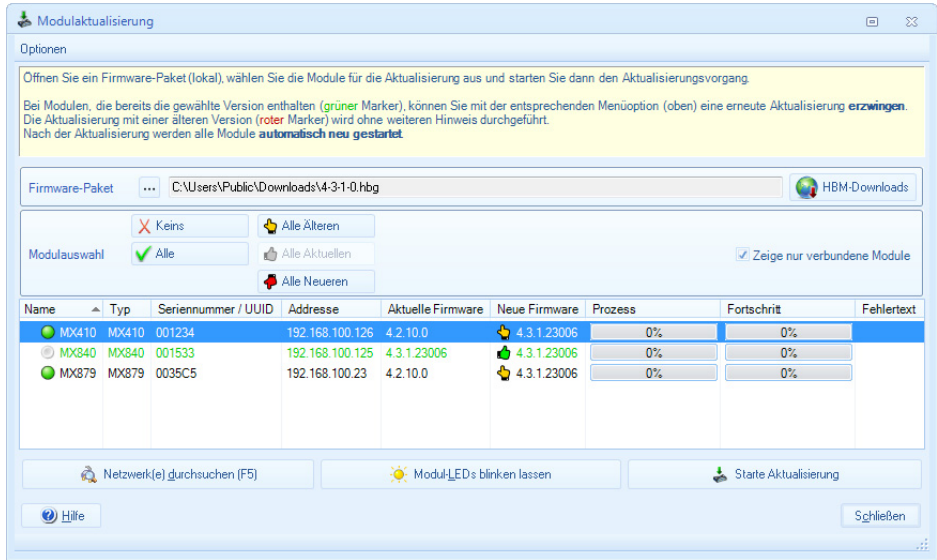

Abb. 8.1 Dialog zur Firmware-Aktualisierung
1. Laden Sie die neuesten Dateien mit den Firmware-Aktualisierungen von der HBM-Website herunter: <http://www.hbm.com/Download>. Sie können die Download-Seite auch im MX Assistenten über den Dialog in Abb. 8.1 aufrufen: Schaltfläche **HBM-Downloads**.
2. Starten Sie den MX Assistent und rufen Sie über das Register **Datei** und den Menüpunkt **Modul -> Modulaktualisierung** den Dialog zur Aktualisierung auf (Abb. 8.1).